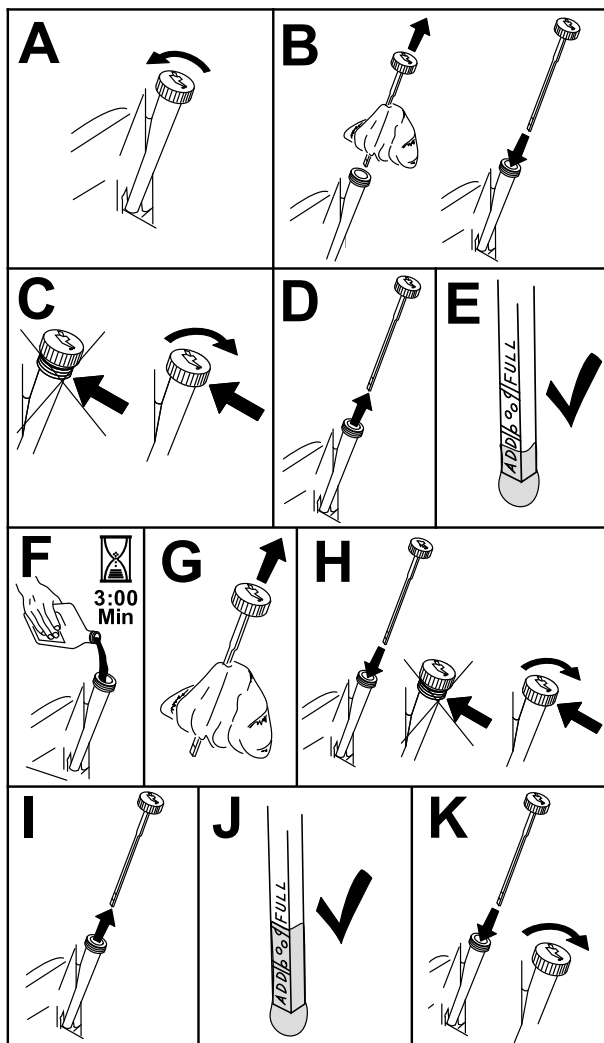

Figura 45
3. Para manter a sujidade, as aparas de relva, etc., fora do motor, limpe a área em torno da tampa de enchimento e vareta antes de a remover (Figura 45).